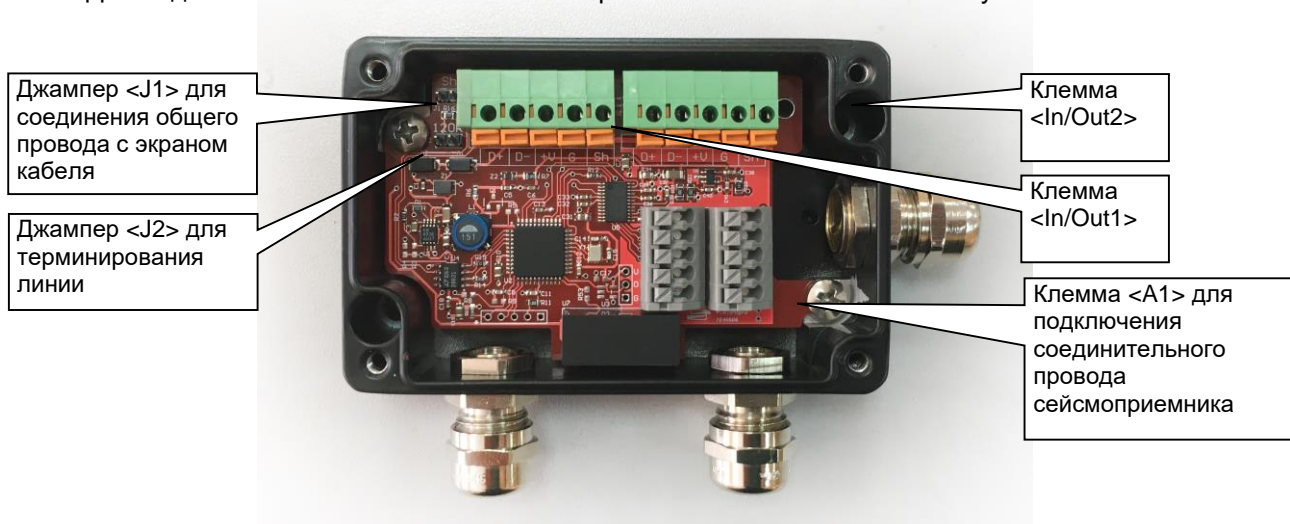

Рисунок 3 – Внешний вид платы электронного блока сейсмоприемника А1638, А1738
3.2.2 На рис.3 представлен общий вид электронного блока сейсмоприемника с обозначением клемм подключения.